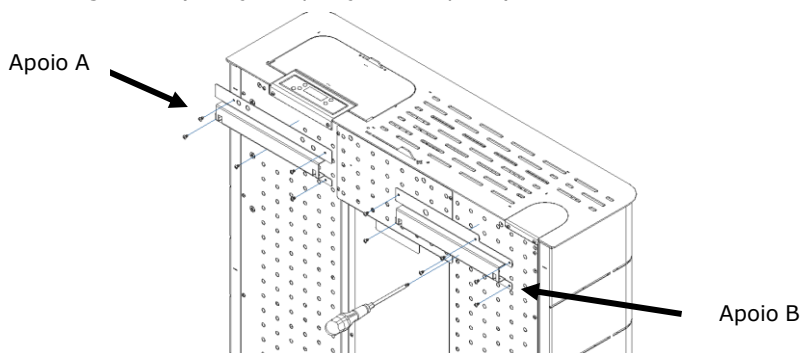

Figura 89 - Fixação dos apoios A e B
a) Fixar as calhas de apoio A e B no equipamento utilizando 11 parafusos A tal como demonstra a Figura 89 (Atenção a posição dos apoios).